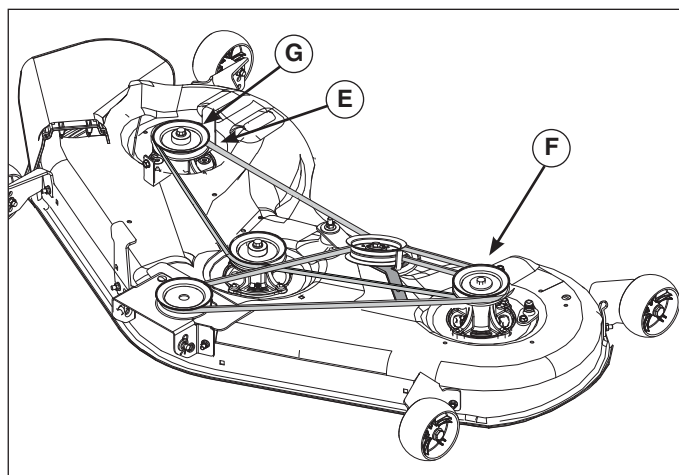

Figura 25
5. Quite la correa de la cuchilla (E, Figura 25) de los ejes de las cuchillas izquierda y derecha (F y G).